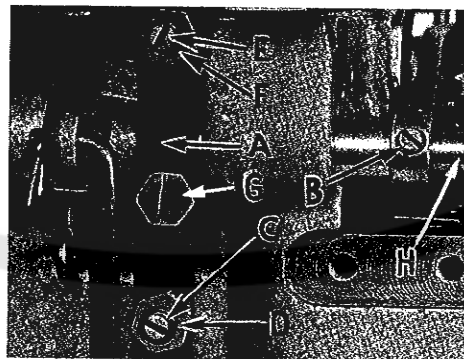

Fig. 12
Assemble the presser foot to presser arm. With needle in high position, swing presser arm into sewing position and set the presser foot to align needle holes (front and back) and flat on throat plate. The front edge of needle hole in presser foot must be aligned with front edge of needle hole in throat plate. It is also important that the bottom of the presser foot be flat on the throat plate. If necessary, presser foot can be realigned with throat plate slots by shifting the foot lifter lever shaft (H, Fig. 12). To move the shaft, loosen collar screws (B, Fig. 12) and clamp screw (G) and then shift the foot lifter lever shaft to the left or right as required. Retighten collar screws and clamp screw.
The foot lifter lever arm (A, Fig. 12) and the collar (B) secure the shaft. Be sure the presser arm does not bind and rise when presser foot release bushing is unlocked.
Montieren Sie den Drückfuß am Drückfußarm. Bei Nadelhochstellung schwenken Sie den Drückfußarm in Nähstellung und stellen den Drückfuß so, daß die Stichlochschlitze übereinstimmen (vorn und hinten) und er flach auf der Stichplatte aufsitzt. Die Vorderkante des Nadelschlitzes im Drückfuß muß sich mit der Vorderkante des Nadelschlitzes in der Stichplatte decken. Es ist auch wichtig, daß die Drückfußsohle flach auf der Stichplatte liegt. Wenn notwendig, kann der Drückfuß nach den Stichplattenschlitzen ausgerichtet werden indem man die Drückfuß-Lifterhebelwelle (H, Fig. 12) verschiebt. Zum Verschieben der Welle lösen Sie die
Schrauben (B, Fig. 12) im Stelling und die Klemmschraube (G) und dann schieben Sie die Drückfuß-Lifterhebelwelle nach Bedarf nach links oder rechts. Ziehen Sie die Schrauben im Stelling und die Klemmschraube wieder an.
Der Drückfuß-Lifterarm (A, Fig. 12) und der Stelling (B) sichern die Welle seitlich. Achten Sie darauf, daß der Drückfußhebel nicht klemmt und in die Höhe geht wenn die Muffe für den Drückfußdruck entriegelt wird.